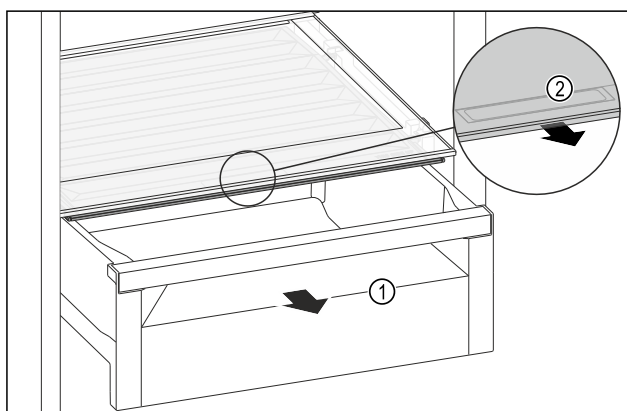

Fig. 200
- ▶ Zásuvku Fig. 200 (1) vytáhněte.
- ▶ Uchopte prohlubeň pro rukojeť Fig. 200 (2) na víku zásuvky a současně zatáhněte za víko zásuvky směrem dopředu.